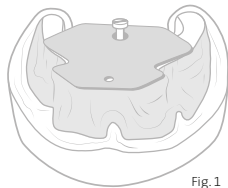

Fig. 1
9. La placa de registro de la mandíbula se fija en el plano de oclusión, y en el rodete de cera se realizan unas muescas a modo de ayuda para el bloqueo (Fig. 1).